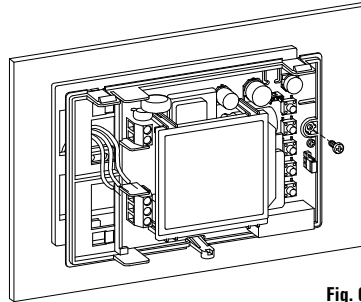
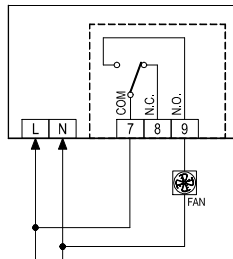

Fig. 6
Fig. 7
- Enganche la parte inferior del dispositivo a la placa de pared (haciendo pasar los cables a través de las aberturas rectangulares) alineando primero los orificios en la base con los dientes especiales de la placa de pared y a continuación, aplicar una ligera presión en el lado izquierdo para romper los dientes de plástico de la placa (Fig. 6).
- Realizar las conexiones eléctricas haciendo pasar los cables a través de la abertura rectangular de la placa de pared (Fig. 6), siguiendo el diagrama de conexiones Fig. 7.